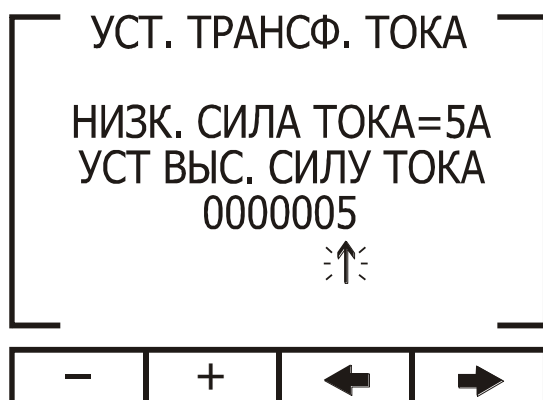

Рис. 12
6. Выберите пункт «Уст. транс. тока» и нажмите Enter. На дисплее появится экран установки первичного тока трансформатора (рис. 12).